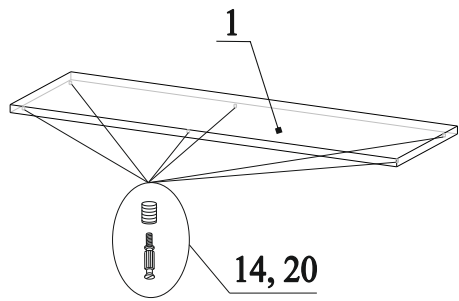

Рис.2
1. В отверстия на детали 1 вбить муфты 20 и вкрутить в них дюбеля 14 (рис.2);